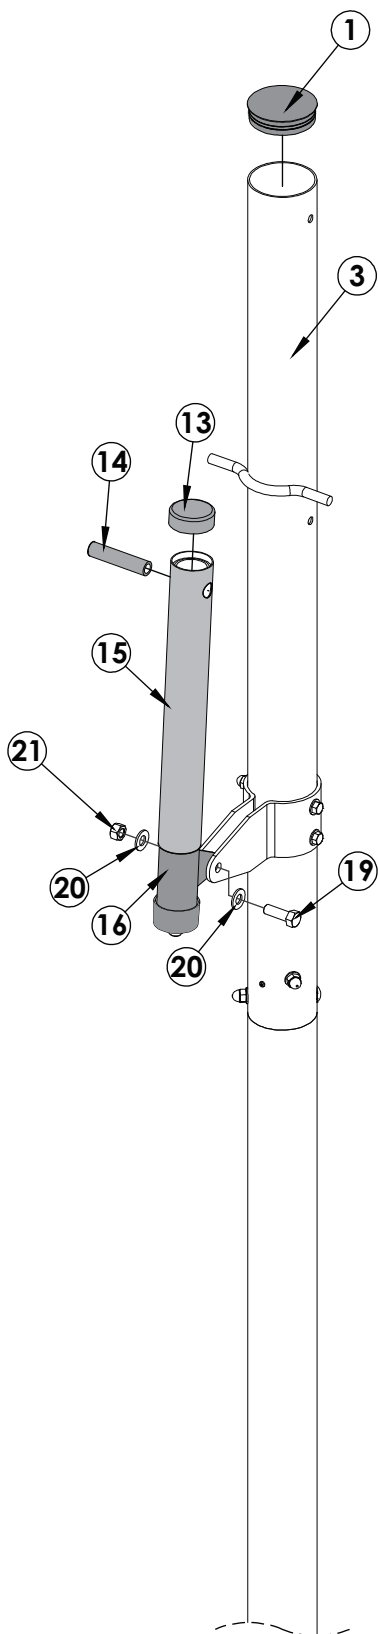

Figura 7
14. Deslice la funda de plástico (#15) sobre el actuador (#16) y coloque la tapadera (#13) encima. Deslice el tubo de pivote (#14) a través del orificio que se encuentra en la parte de arriba del **Actuador y La Funda de Plástico** hasta que la misma distancia sobresalga de los dos lados del actuador. Vea la **Figura 7**.
15. Deslice la lengüeta del actuador (#16) entre las abrazaderas (#30) y asegúrelos utilizando un tornillo (#19), dos rondanas (#20) y una tuerca de seguridad (#21). Vea la **Figura 7**. Apriete los tornillos hasta que estén bien ajustados.